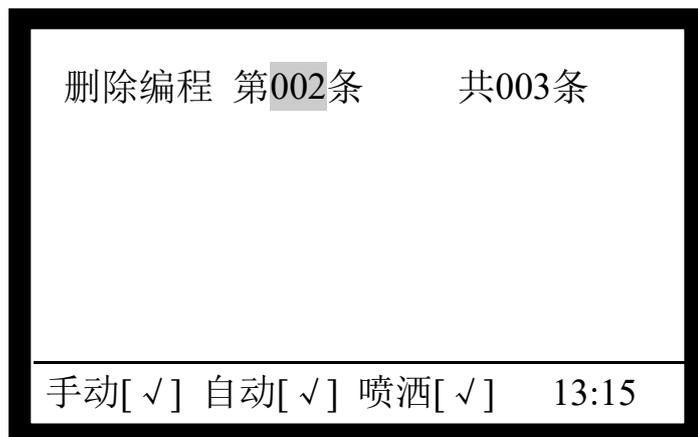

图 5-28
**“删除联动公式”**：输入要删除的公式号，按“确认”键执行删除，按“取消”键放弃删除（如图 5-28）。